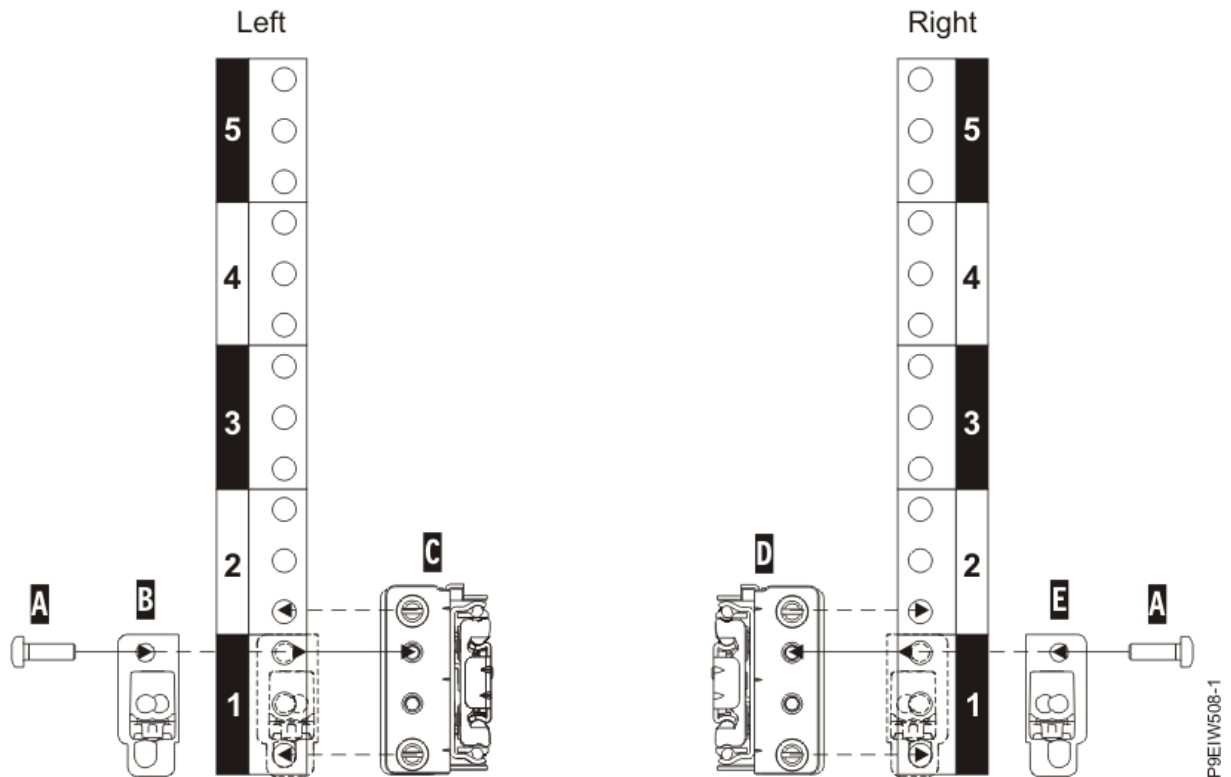

図 2. ラックの前面でのスライド・レールの取り付け
2. ラックの前面で、左側のスライド・レール **(C)** を、3 ページの図 2 に示すように、左側の前面と背面のラック EIA 取り付け標準の間に配置してください。
5. スラム・ラッチ・ブラケット (B) を、3 ページの図 2 に示すように、スライド・レールの前面 EIA スペースをカバーする位置に置いてください。
6. スラム・ラッチ・ブラケットを 1 本の M5 x 16 mm ねじ (A) で前面レール・フランジに取り付けます。ねじを EIA ラック単位の上段の穴に入れます (以下の図を参照)。
7. 3 ページの図 2 に示すように、右スライド・レール (D) について、2 ページの『1』から 3 ページの『6』の手順を繰り返してください。右スライド・レールには、内側の前面位置に R の ID が刻印されています。